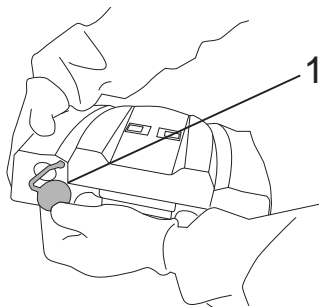

Fig.26
- Avlägsna locket från återvinningstanken (bild 26-ref.1).